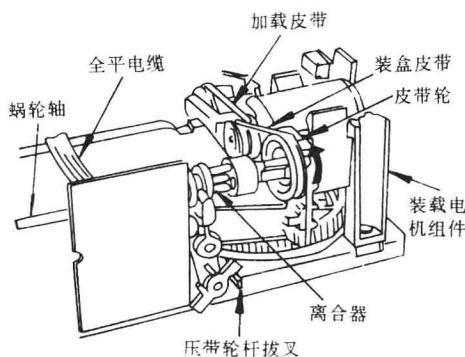

图 4 手动退带出盒方法之一
(1) 通常退带出盒方法如图 4。将录象机电源引线插头从插座上拔出来，用手沿图中黑箭头方向旋转皮带轮，蜗轮轴就会随之转动，将带盒升起并推出带盒仓的插入口处。